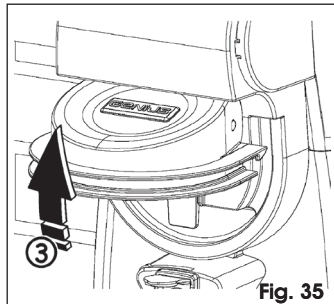

Fig. 35
1. Abra la tapa de desbloqueo, Fig. 35.